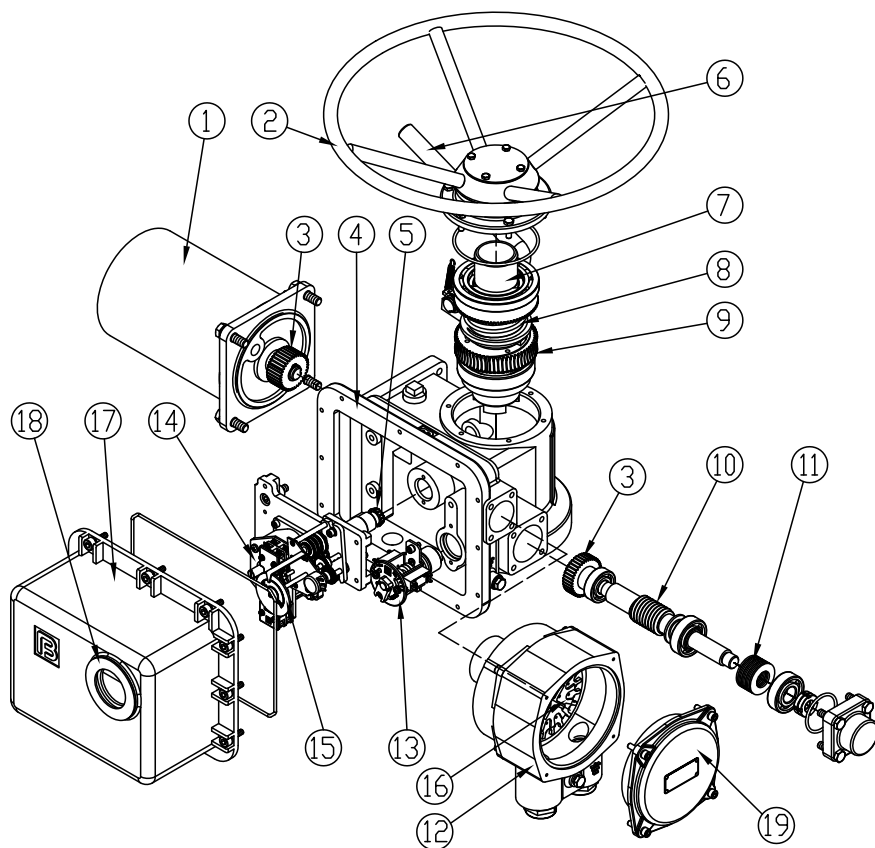

Рис.1 Электроприводы типа ГЗ-ВА, ГЗ-ВБ
2.1 Электроприводы типа ГЗ-ВА, ГЗ-ВБ (рис. 1)
Двухсторонняя муфта ограничения крутящего момента (13) (рис. 1) состоит из червячного вала (10), сбалансированного по осевым перемещениям тарельчатыми пружинами (11) и ограничителя крутящего момента с пластиной С (рис 3).
Вращение от электродвигателя (1) (рис.1) через прямозубую цилиндрическую шестерню (3) передается на червячный редуктор (9, 10), который обеспечивает вращательное движение выходного вала (7) и через кулачковую муфту преобразуется в поступательное движение штока затвора арматуры.
Ограничитель хода выходного вала (14) (рис. 1) через переходной вал (5) механически связан с выходным валом (7) электропривода. После надлежащей настройки ограничитель хода выходного вала соответствует определенным положениям затвора. При достижении затвором арматуры этих положений срабатывают соответствующие микровыключатели, отключая электропитание электродвигателя.
Индикатор положения затвора арматуры (15) (рис. 1) механически связан с ограничителем хода выходного вала. После надлежащей настройки указания индикатора соответствуют определенным положениям затвора арматуры независимо от режима работы электропривода – ручного или электрического.